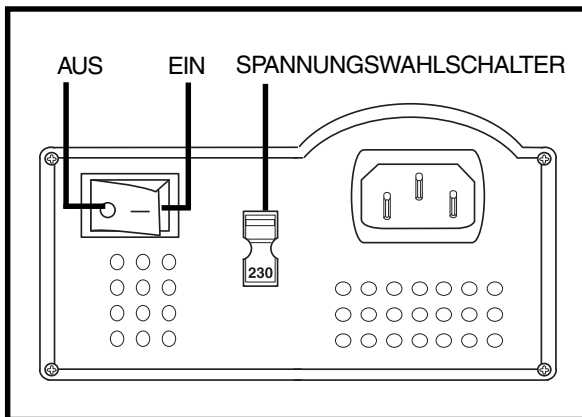

Abb. 12. Ladegerät An/ Aus und Spannungswahlschalter
Das mit Ihrem Elektromobil gelieferte externe Batterieladegerät ist mit einem 115/230 Volt Wahlschalter versehen. Überzeugen Sie sich, entsprechend Ihres Standortes, von der korrekten Einstellung. Wenn Sie sich nicht sicher sind, welche Voltzahl in Ihrem Land benutzt wird, wenden Sie sich an Ihren lokalen Stromversorger, bevor Sie das Ladekabel in die Wandsteckdose stecken. Ist die Einstellung nicht korrekt, wird das Ladegerät nicht ordnungsgemäß funktionieren. Stellen Sie den Spannungswahlschalter in die entsprechende Position. **Siehe Abb. 12.**
7. Stellen Sie das Ladegerät ein. **Siehe Abb. 12.** Wir empfehlen Ihnen eine Batterieladezeit von 8 bis 14 Stunden.